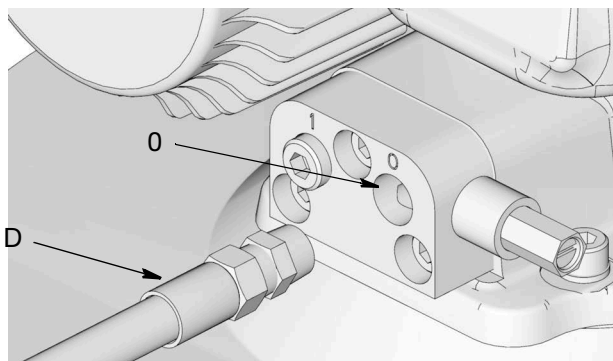

Рис. 64: Выпускной патрубок для смазочного материала
- Отсоедините таймер / контроллер (F) (предоставляется пользователем, если используется).
- Отсоедините линию подачи смазки под высоким давлением (D) к выпускному патрубку для смазочного материала (O) (Рис. 64) на воздуховыпускном клапане или коллекторе.